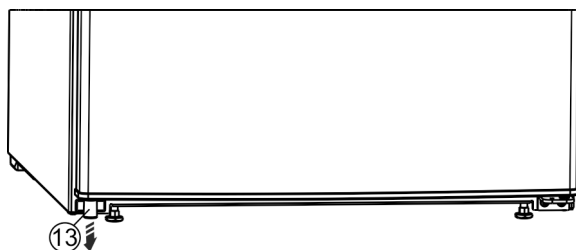

Fig. 13 *
- Võtke distantsdetail Fig. 13 (13) all vasakul uksest välja.*